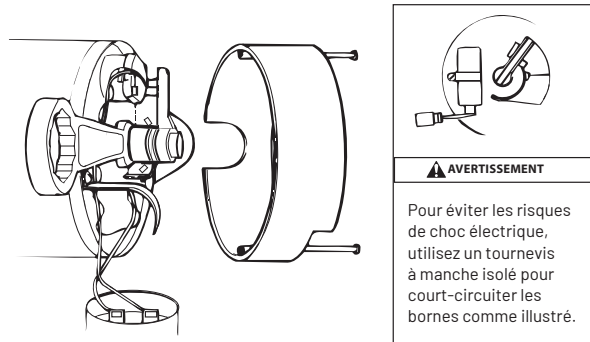

FIGURE 13 – IMMOBILISER L'ARBRE
4. Si l'impulseur doit être remplacé, desserrez deux vis mécaniques et retirez le capot du moteur (figure 13).
5. **AVERTISSEMENT** **LA TENSION DU CONDENSATEUR PEUT ÊTRE DANGEREUSE.** Pour décharger le condensateur, tenez le tournevis à manche isolé **PAR LE MANCHE** et effectuez un court-circuit dans les bornes du condensateur (figure 13). Ne touchez pas la lame métallique du tournevis ni les bornes du condensateur. En cas de doute, consultez un électricien qualifié.